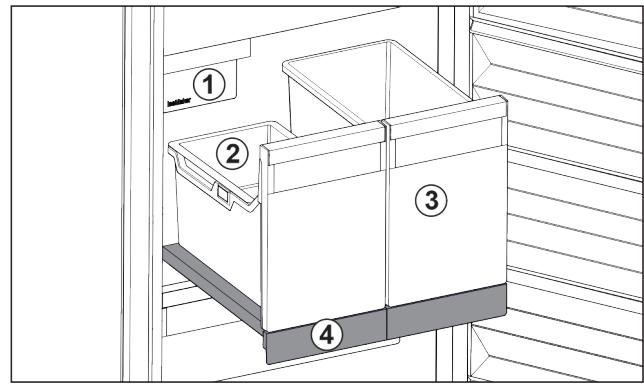

Fig. 116 Auszugsbord mit IceTower
- (1) IceMaker
(2) Einhängegeschale für Eiswürfel
(3) Behälter für z. B. Pizza, alkoholische Getränke
(4) Auszugsbord
Auf dem Auszugsbord sind zwei hohe Behälter (IceTower). Im Behälter Fig. 116 (2) werden Eiswürfel aus dem IceMaker gesammelt und gelagert. Behälter Fig. 116 (3) eignet sich für die Lagerung von hohen Lebensmitteln wie Pizzen oder alkoholischen Getränken.